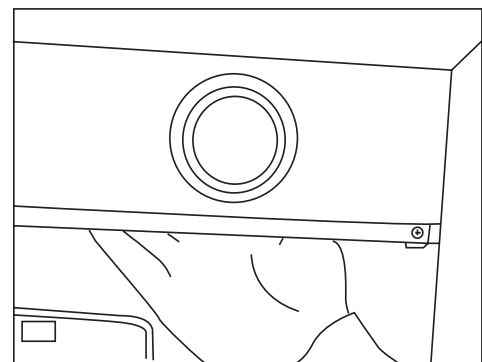

Fig. 1
2. À partir de l'intérieur de l'appareil, poussez sur le logement de l'ampoule dans votre direction. Voir la figure 1, sur la page précédente.